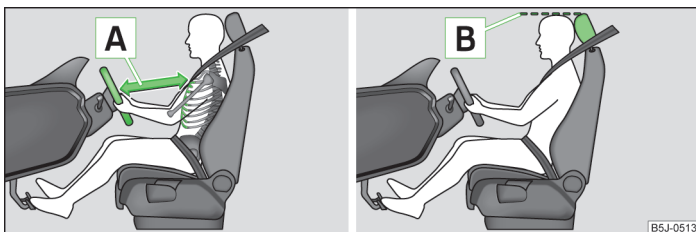

Fig. 106 Distanța corectă dintre șofer și volan / tetieră corect reglată
- Reglați volanul în așa fel, încât distanța dintre volan și torace să fie de cel puțin 25 cm **A** » fig. 106.
- Reglați tetiera astfel încât marginea superioară a tetierei să se afle, pe cât posibil, la aceeași înălțime cu partea superioară a capului dumneavoastră **B** » fig. 106 la pagina 127 » pagina 127.